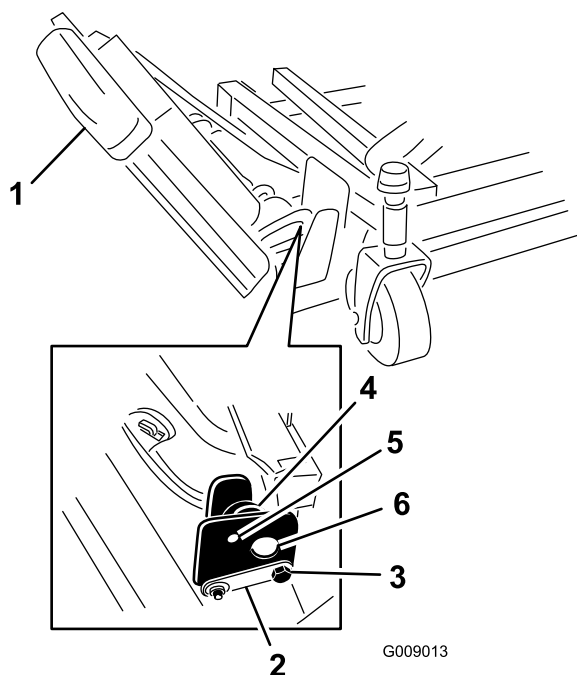

Figura 3
1. Retire las tuercas que sujetan los pernos de tope delantero y trasero a los soportes de montaje de la carcasa del ala derecha (Figura 3).
2. Sujetando el ala derecha, retire los pernos de tope delantero y trasero de los soportes de montaje de la carcasa (Figura 3).